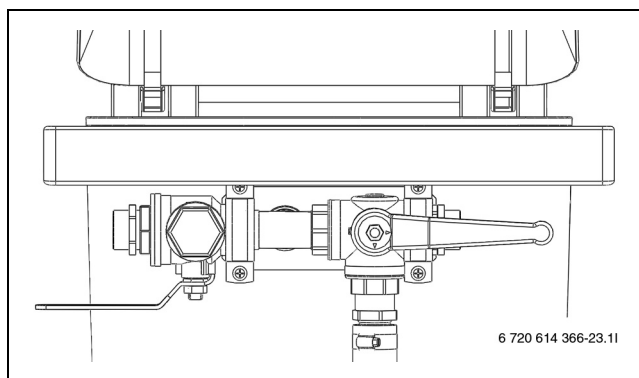

Рис. 20 Станция в положении заполнения
- ▶ Установите краны на станции в положение заполнения и заполните контур рассолом (→ рис. 20).